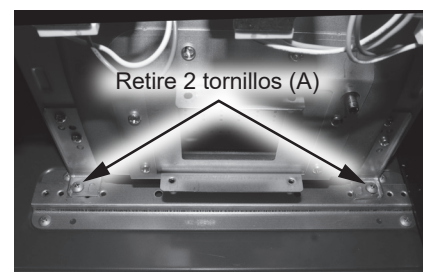
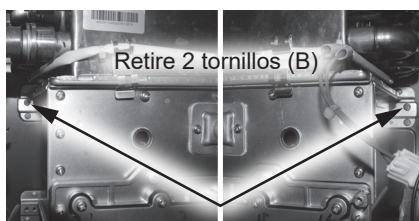

Figura 152 - Retiro de los tornillos del HEX principal (A)
Figura 153 - Retiro de los tornillos del HEX principal (B)
- 44** Ubique el soporte horizontal inferior y los dos tornillos (A) que fijan el conjunto de intercambiador de calor principal a la parte posterior del gabinete del calentador de agua como se muestra en la Figura 152. Use un destornillador Phillips imantado de 12" para retirar los tornillos. Déjelos a un lado en un lugar seguro para volver a instalarlos.
- 45** Ubique el soporte horizontal superior y los dos tornillos (B) que fijan el conjunto de intercambiador de calor principal a la parte posterior del gabinete del calentador de agua como se muestra en la Figura 153. Use un destornillador Phillips imantado de 12" para retirar los tornillos. Déjelos a un lado en un lugar seguro para volver a instalarlos.
75 Ubique los cuatro tornillos de montaje del intercambiador de calor principal que se retiraron anteriormente en los **Pasos 44 y 45**. Use un destornillador Phillips imantado de 12" y cuatro tornillos para fijar el intercambiador de calor los dos soportes horizontales. Consulte Figura 152 y la Figura 153.